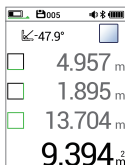

Fig. 4 : Première surface mesurée
Étape 1 : Mesurez la première surface (voir Mesure de surface, Fig. 4)